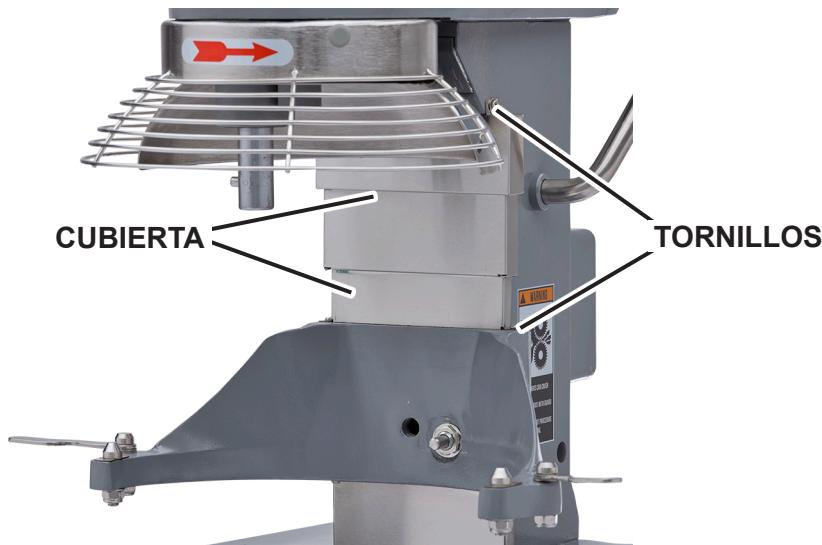

Fig. 11
- Quite la cubierta (Fig. 11), que está asegurada con tornillos.